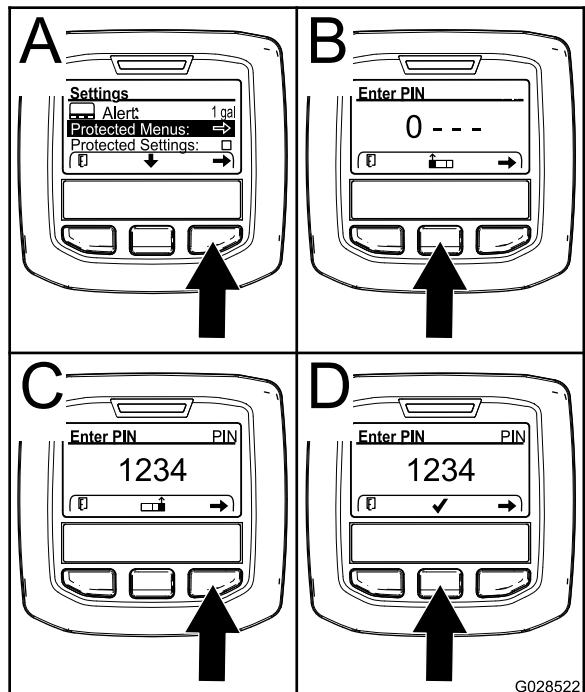

Рисунок 34
2. В меню SETTINGS (Настройки) с помощью средней кнопки прокрутите меню вниз к пункту PROTECTED MENU (Защищенное меню), и нажмите правую кнопку (Рисунок 34А).
3. Чтобы ввести ПИН-код, нажмите среднюю кнопку и удерживайте ее в нажатом положении до появления первой цифры, затем нажмите правую кнопку, чтобы перейти на следующую цифру (Рисунок 34В и Рисунок 34С). Повторяйте этот пункт до тех пор, пока не будет введена последняя цифра, затем нажмите правую кнопку еще раз.
4. Нажмите среднюю кнопку для ввода ПИН-кода (Рисунок 34Д).